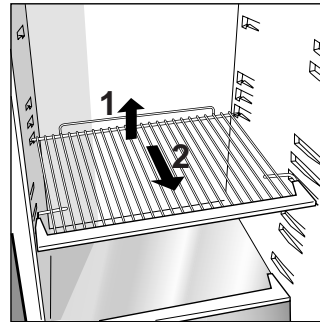

Fig. 1
- La sección nevera está dotada de prácticos estantes extraíbles (Fig. 1) y regulables en altura gracias a las guías correspondientes. Por ello es posible introducir también grandes recipientes y alimentos de dimensiones notables